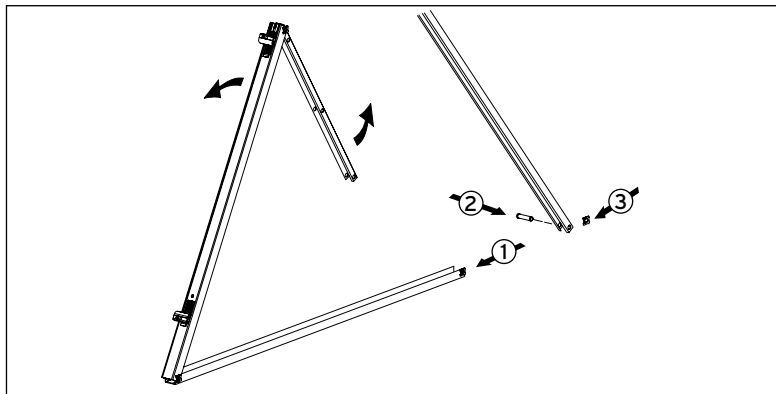

Рис. 5.2 Подготовка каркасов
- Установите следующий каркас (ср. рис. 5.2 - 5.4).